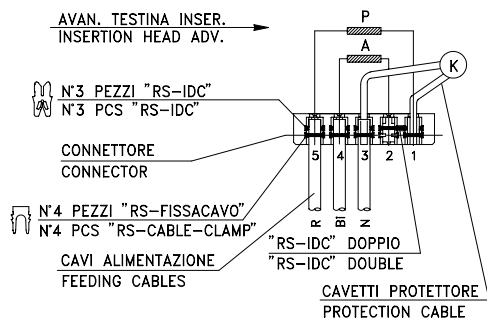

Fig. 2
Tutte le applicazioni possono, in funzione della disposizione geometrica dei terminali sul connettore, suddividersi in due tipologie: LINEARI e CIRCOLARI (Fig. 2). Entrambe possono essere realizzate con uno o più terminali diversi, utilizzando una macchina inseritrice con una o due alimentazioni (e apposito kit) per ogni tipo di terminale.
All the applications can be classified in two different types according to the geometric disposition: LINEAR or CIRCULAR (Fig. 2). Both can be realised by one or more different terminals, using an inserting machine with one or two feedings (and suitable kit) for each kind of terminal.
- A** – con terminali "RS-IDC" a doppia perforazione, sul quale viene connesso un cavo di alimentazione (fig. 2) bloccato con fissacavo.
- A** – with terminals "RS-IDC" with double piercing, on which a feeding cable (see figure 2) will be blocked with a cable-clamp.